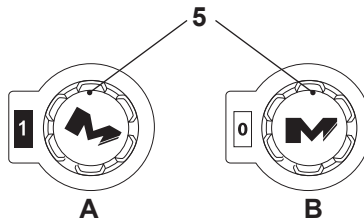

Fig. 14
- > Setați comutatorul de pornire / oprire (on/off) (5) în poziția "1" pentru a porni produsul (Fig. 14, A).
- > Setați comutatorul de pornire / oprire (on/off) (5) în poziția "0" pentru a opri produsul (Fig. 14, B).